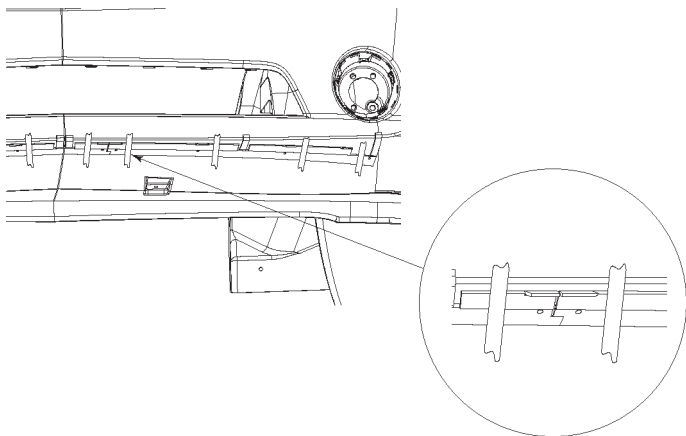

FIGURE 51
8. Utiliser les repères de positionnement pour placer l'attache de gauche sur le carénage du véhicule et appliquer du ruban pour fixer. Se reporter à la Figure 51.